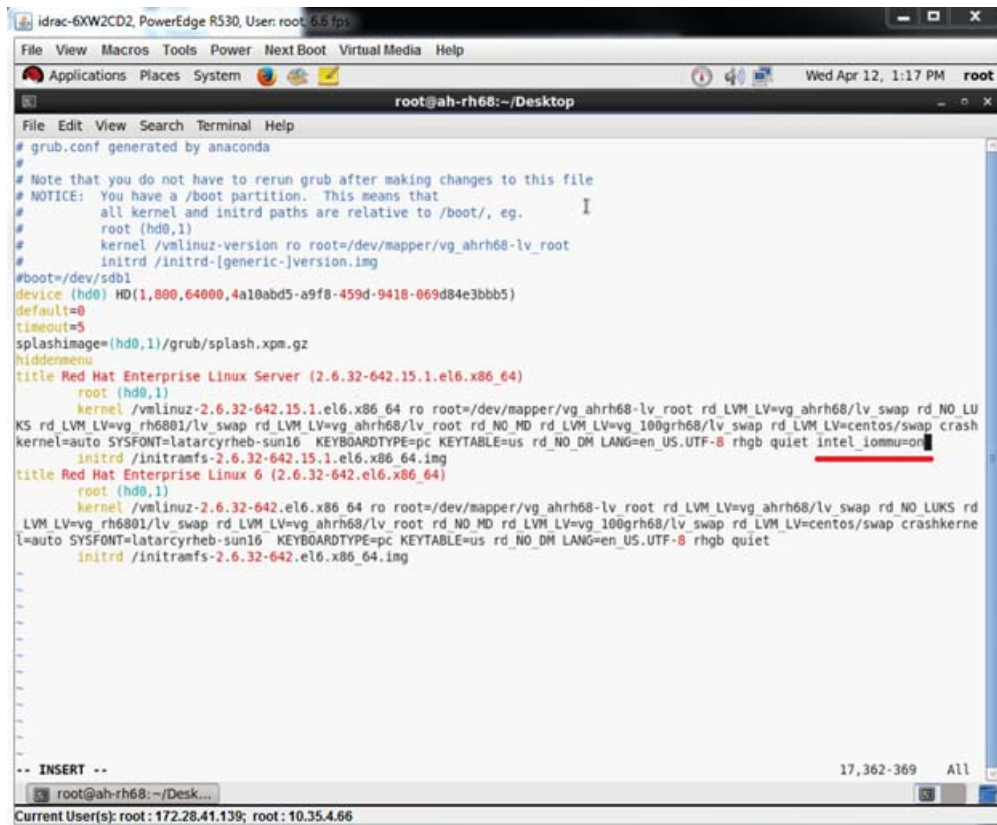

Figure 8-10. Modification du fichier grub.conf pour SR-IOV
- a. Ouvrez le fichier `grub.conf` et configurez le paramètre `iommu` comme indiqué à la Figure 8-10.